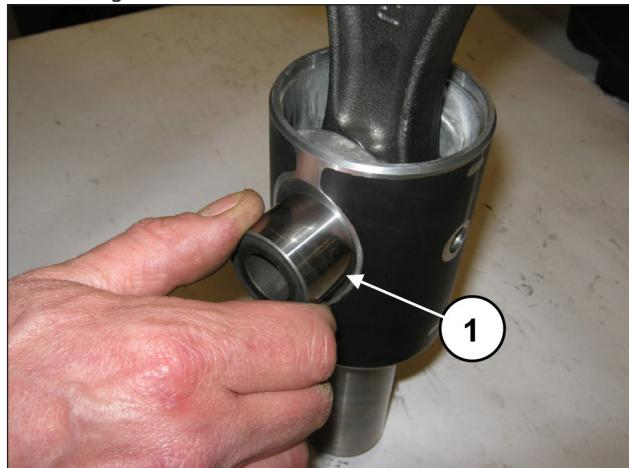

Abb. 38
Streifen Sie den Bolzen ab (Pos. ①, Abb. 38) und ziehen Sie die Pleuelstange heraus (Pos. ①, Abb. 39).
Setzen Sie die Pleuelstange in die Kolbenführung ein (Pos. ①, Abb. 39) und anschließend den Bolzen (Pos. ①, Abb. 38).